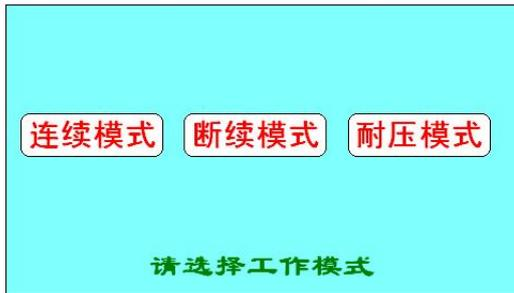
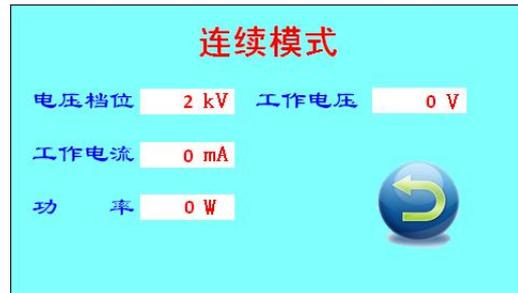

图 4
图 5
- 4) 打开发射机电源开关，显示界面如图 4，工作方式选择“连续模式”，进入此模式后，选择“电压档位”，如选择“2kV”档，如图 5 所示，拨动“调压旋钮”，监视“工作电流”和“功率”，直至“工作电流”和“功率”到合适的大小，当不能满足要求时，应按“”键返回，重新进入选择合适的“电压档位”，拨动“调压旋钮”，直至“工作电流”和“功率”到合适的大小；